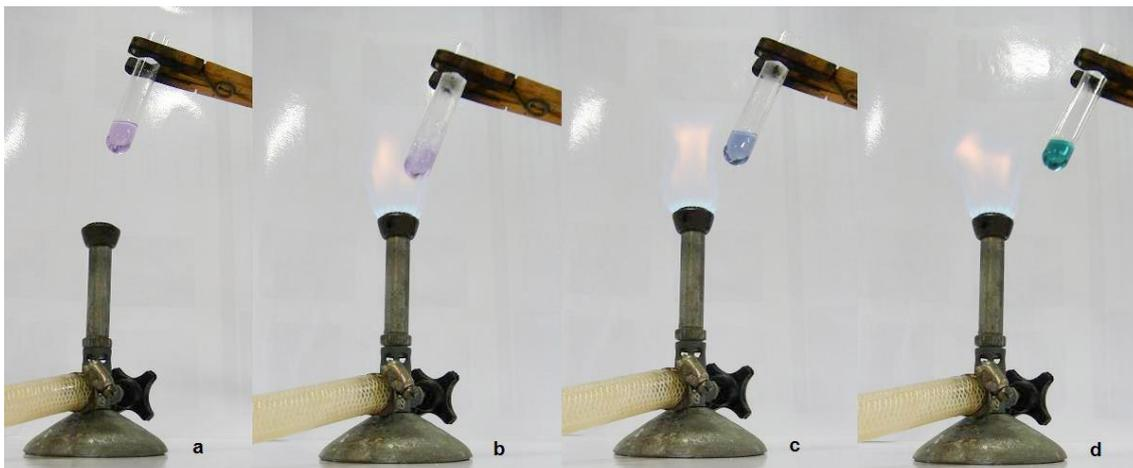

Figura 2: Variação da coloração com o aquecimento do extrato de repolho roxo na água mineral gaseificada.
3. Com auxílio de uma seringa, adicionar à amostra o extrato de repolho roxo em quantidade suficiente para obter uma coloração nítida (Figura 2). Observar a coloração e determinar o pH com o auxílio da escala (Figura 1).
Para a amostra, espera-se observar significativa variação de pH (Figura 2a, b, c, d). No experimento visualizado na Figura 2, a amostra gaseificada foi submetida à desgaseificação por meio de aquecimento até ebulição. Após retorno à temperatura ambiente, teve seu pH determinado por meio da escala de cores (Figura 1), a partir da qual foi possível observar uma variação de pH de aproximadamente 5 até 9.